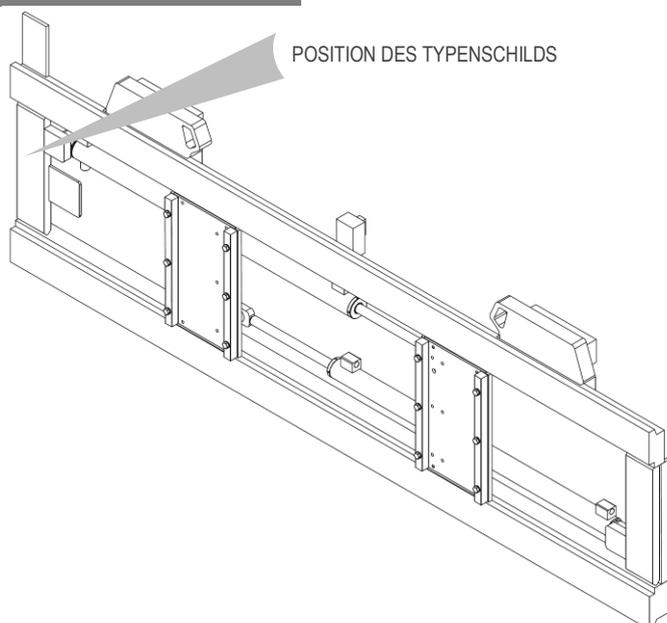
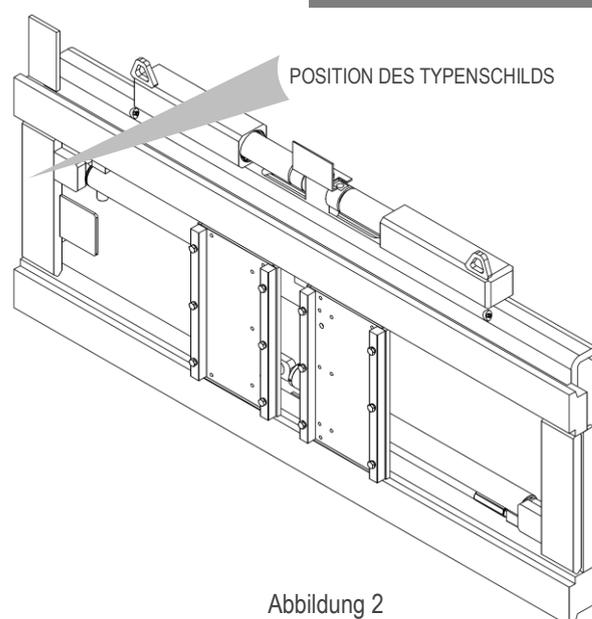

Abbildung 1
Abbildung 2
Alle Anbaugeräte A.T.I.B. – ZINKENVERSTELLGERÄT TYP 675 | 676 sind mittels eines Klebetypschilds gekennzeichnet (siehe *Tabelle 1*), welches am Gerät angebracht ist (siehe *Abbildung 1* und *Abbildung 2*). Bitte beziehen Sie sich immer auf die Seriennummer.
5. Zum Handling verwenden Sie Hebebänder oder Hubketten, die entsprechend dem auf dem Typenschild angegebenen Gewicht des Anbaugeräts dimensioniert sind (siehe *Abbildung 1* und *Tabelle 1* auf Seite 6).
10. Schließen Sie den Hydraulikkreislauf an und stellen Sie sicher, dass der Betriebsdruck der Schläuche größer oder gleich dem auf dem Typenschild angegebenen Wert ist (siehe *Abbildung 1* und *Tabelle 1* auf Seite 6).
6. Zum Handling verwenden Sie Hebebänder oder Hubketten, die entsprechend dem auf dem Typenschild angegebenen Gewicht des Anbaugeräts dimensioniert sind (siehe *Abbildung 2* und *Tabelle 1* auf Seite 6).